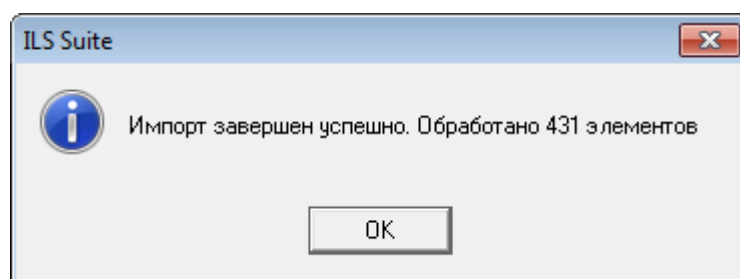

Рис. 13-532 – Информационное сообщение о завершении импорта
7) В случае если соответствие между колонками в обменном файле и полями БД не удалось установить автоматически, необходимо задать его вручную. Для этого раскрыть список полей БД, нажав кнопку в правой части ячейки в строке «Поле БД», и выбрать нужное значение (рис. 13-532).